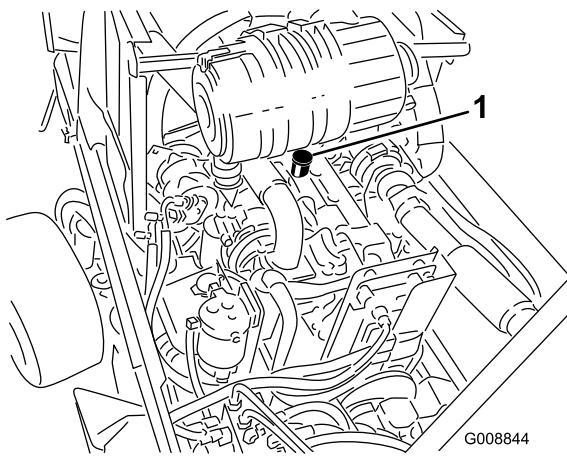

図 62
3. 不足している場合（Low マークよりも下）は、補給管についているキャップ（図 62）を取り、Full 位置までオイルを補給する。**入れすぎないこと。**